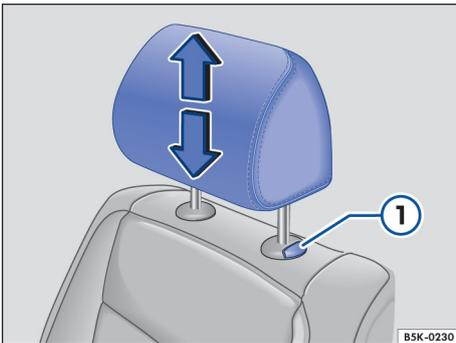
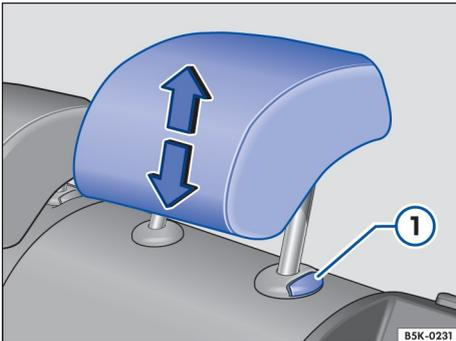

Рисунок 55. Подголовник переднего сиденья: регулировка
Рисунок 56. Подголовник заднего сиденья: регулировка
- Надавите на подголовник вверх или вниз в направлении стрелки, и может потребоваться нажать и удерживать кнопку → Рисунок 55 ⌚ или → Рисунок 56 ⌚ → ⚠ при необходимости, как показано во Введении в тему (см. стр. 55).